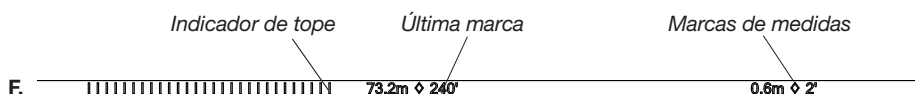

Figura 1
2. Comprobar que el bloqueo de almacenamiento esté desbloqueado antes de pasar los cables (Figura 1).